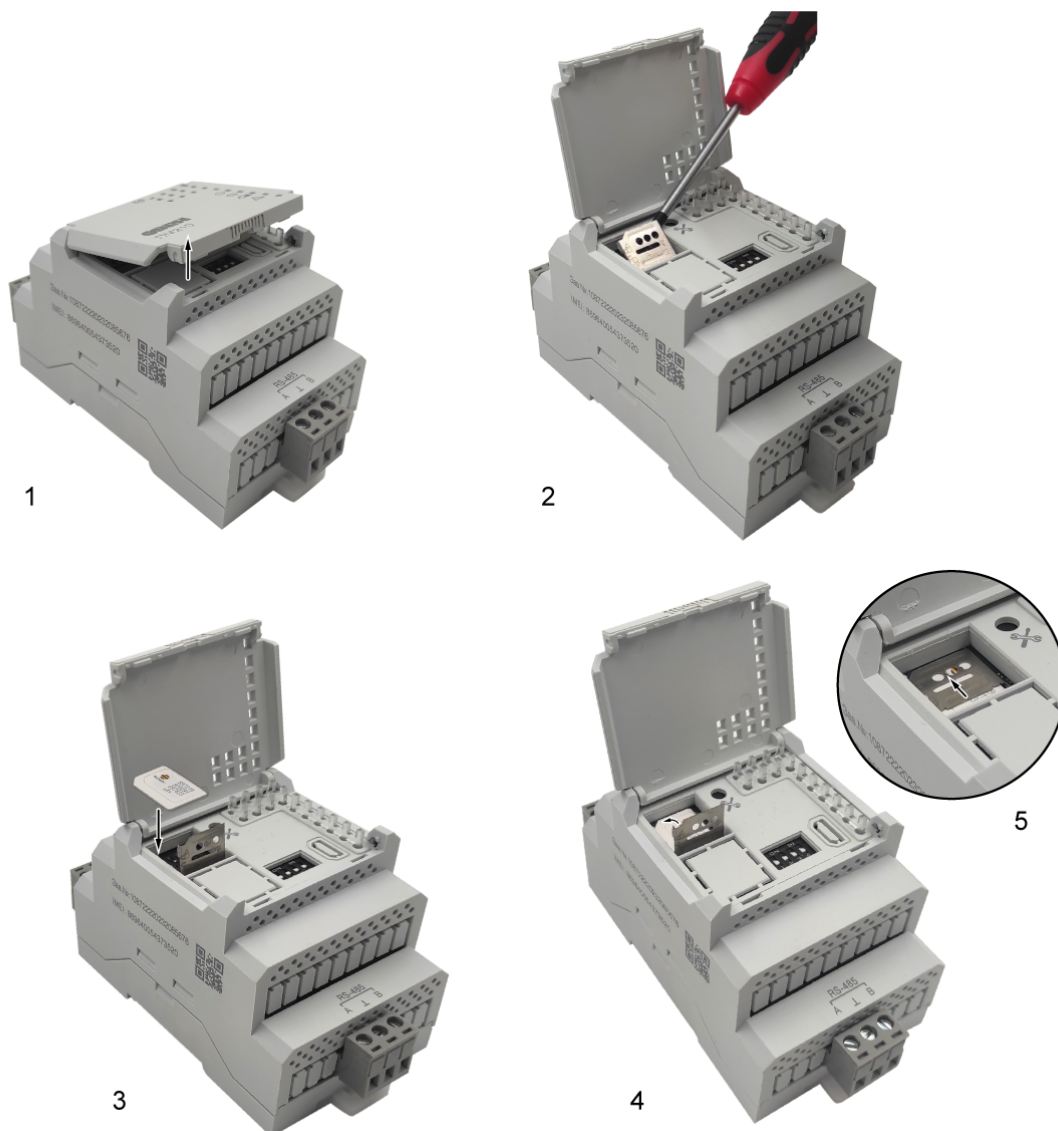

Рисунок 6.1 – Открытие крышки
1. Подцепив рифленую зону, открыть крышку (см. рисунок 6.1, 1).
2. Сдвинуть рамку разъема SIM-карты по стрелке  (см. рисунок 6.1, 2). Поднять рамку.
3. Установить SIM-карту в разъем контактами вниз и скошенным углом «от себя» (см. рисунок 6.1, 3).
4. Опустить рамку (см. рисунок 6.1, 4).
5. Сдвинуть рамку, обеспечив плотную фиксацию SIM-карты в разъем (см. рисунок 6.1, 5).